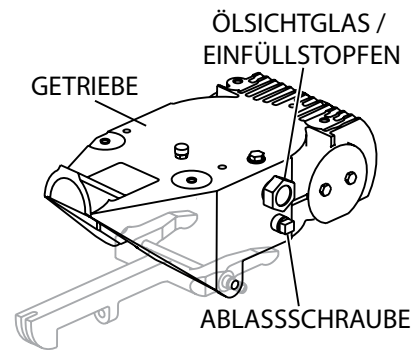

Abbildung 17. Getriebe
1. Legen Sie fest, ob zu wenig Öl im Getriebekasten ist, indem Sie den Ölmesstab, der sich seitlich am Getriebe befindet, entfernen. (Abbildung 17) Dieser Messstab ist mit dem Aufkleber "überprüfen" markiert. Der korrekte Stand an Schmieröl sollte bis zur Unterseite des Einfüllstopfens gehen.